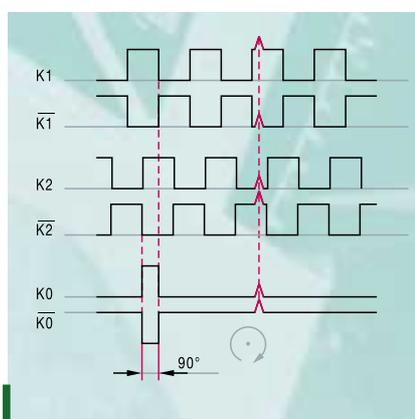

Bild 3: Rechtecksignale eines Doppel-Kanal Digital-Tachos mit Nullimpuls und invertierten Signalen zur Unterdrückung von überlagerten Störsignalen (➔ Seite 24).
**Digital-Tachos** geben bei Drehung der Welle eine Folge von **Rechteck-Impulsen** (➔ Bild 3) ab, deren Anzahl dem überstrichenen Winkel proportional ist („Winkelcodierer“). Die ab einem Referenzpunkt (Nullimpuls) gezählten Impulse sind ein direktes Maß für den Drehwinkel bzw. die **Position**, während aus der Anzahl der Impulse pro Zeiteinheit die **Drehzahl** ermittelt wird.
- **Doppel-Kanal** Digital-Tachos mit **Nullimpuls** (Referenzsignal): der zusätzliche, mit den zwei um 90° versetzten Ausgangssignalen K1 und K2 synchronisierte Nullimpuls K0 (➔ Bild 3 und 4) bietet die Möglichkeit, volle Umdrehungen zu zählen.
- **Invertierte Signale** erhöhen den Signal-Störspannungs-Abstand der Signalübertragung (➔ *Optimale Signalübertragung*, Seite 24): Zusätzlich zu den Ausgangssignalen K1, K2 und K0 stehen die invertierten Ausgangssignale  $\bar{K1}$ ,  $\bar{K2}$  und  $\bar{K0}$  zur Verfügung (➔ Bild 3 und 4, Standard bei TTL-Rechteck- und Sinussignalen).